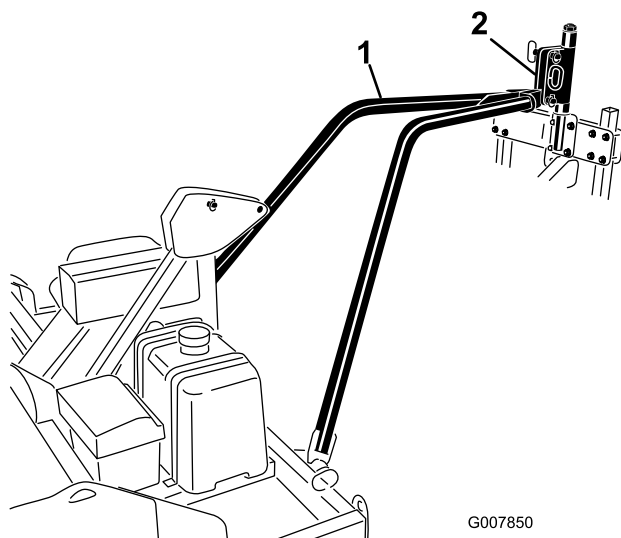

Figure 13
4. Enlevez la sangle d'arrimage ou la corde et abaissez la fixation des bras de remorquage dans le pivot d'attelage de l'aérateur (Figure 13).